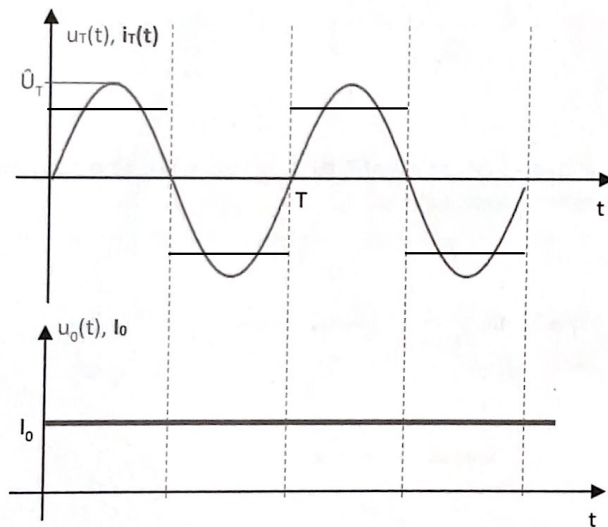

Figure 2
- Question 3.** Tracer sur la **figure 2** l'allure du courant i_T et de la tension u_0 .